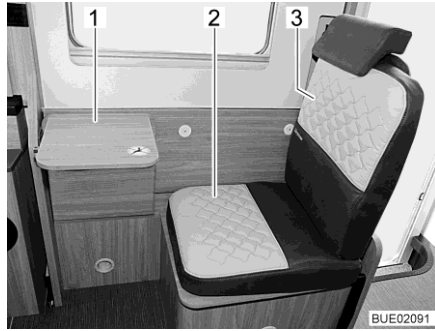
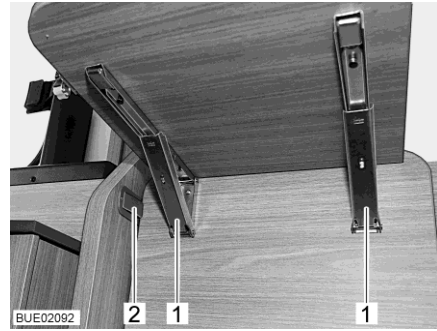

Fig. 27 Siège supplémentaire avec table pliante
Fig. 28 Crans d'arrêt sur la table pliante
- Mettre le coussin d'assise fourni (Fig. 27,2) et le coussin de dossier (Fig. 27,3) en place.
- Faire pivoter la partie avant de la banquette longitudinale vers le haut jusqu'à ce qu'elle s'enclenche dans le cran d'arrêt en plastique (Fig. 28,2).
- Rabattre le plateau de table vers le bas : Déverrouiller les deux crans d'arrêt (Fig. 28,1) et faire pivoter le plateau de table (Fig. 27,1) vers le bas.